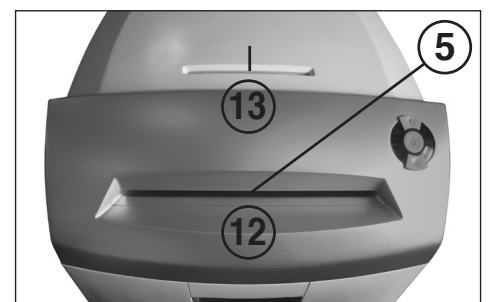

Fig. 3
- 5 = **Lichtsot (bij vooruit draaien) (Fig. 3)**
- 12 = **Papiertoevoergleuf (Fig. 3)**
- 13 = **Veiligheidstoevoergleuf (Fig. 3)**
- Druk kort op functietoets (2).
- Het controlelampje „Gebruikersrestrictie aan“ (10) brandt.
- Druk gedurende ca. 2 seconden tegelijk op de "voorwaarts" (3) en "terugloop" (4) toetsen.
- Het LED lampje van functietoets (2) knippert om aan te duiden: "niet bedrijfsklaar".
- Het LED lampje van functietoets (2) blijft nu branden om aan te duiden: "bedrijfsklaar".
- Controlelampje (10) gaat uit.
**Papier** voert u in via de papiertoevoergleuf (12) (Fig. 3).
**Gegevensdragers** (cd's, dvd's of creditcards) voert u in via de aparte veiligheidstoevoergleuf (13) (Fig. 3). Het apparaat begint automatisch vooruit te lopen, trekt het materiaal naar binnen en schakelt na het versnipperen automatisch weer uit.